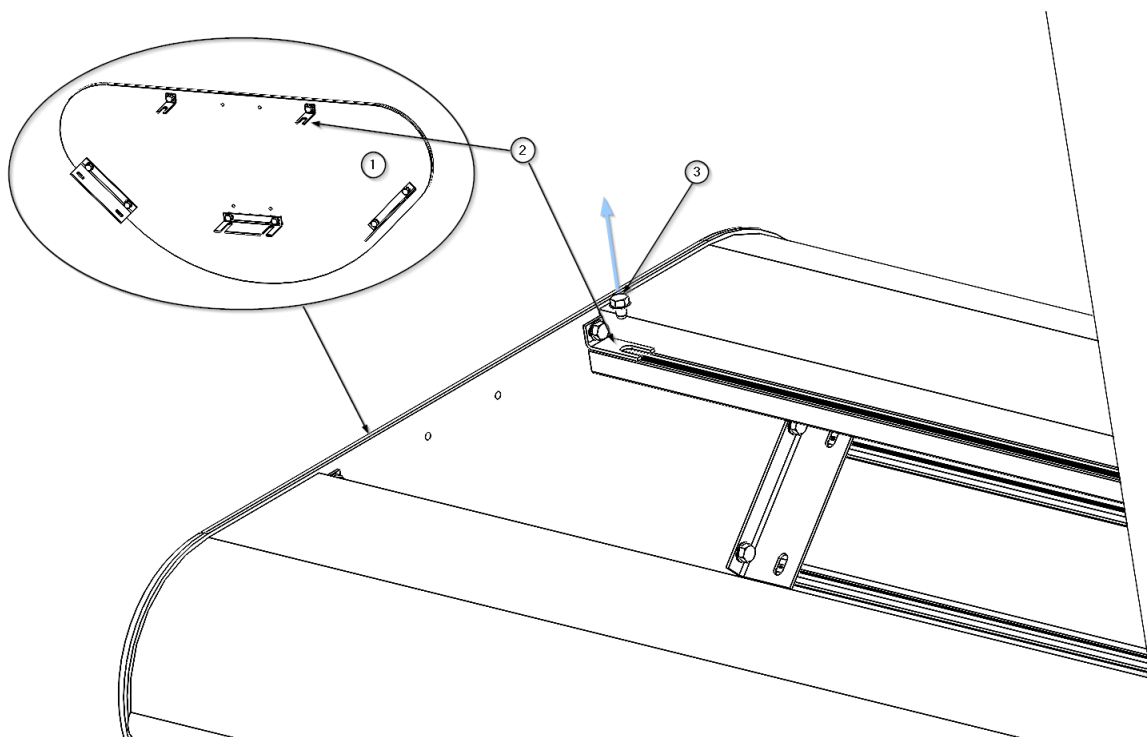

Fig. 3 Démontage/assemlage des embouts sur le corps principal de l'ATLAS
- Dévissez les 2 vis à tête fraisée M4 x 10 (1) DIN 935 à l'aide d'un tournevis cruciforme, comme indiqué dans la figure 3.
- Retirez le couvercle en polycarbonate (2) et rangez-le dans un endroit sûr. Le module d'éclairage est visible.
- Retirez les 4 vis à tête cylindrique M5 x 10 (3) DIN 912 à l'aide d'un outil Allen. Le module d'éclairage est maintenant détaché.